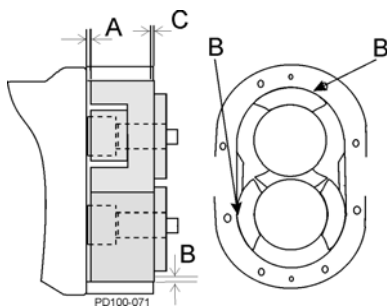

Figura 87 - Meça a folga
9. Meça a folga da face oposta do rotor (Figura 87, item A) por meio da porta ou da parte dianteira. A folga da face oposta para ambos os rotores deve ser a mesma para evitar o contato cruzado dos rotores e deve ser de $\pm 0,0005$ pol. do valor encontrado em **Tabela 4, “Folga padrão do rotor,” na página 42.**
10. Verifique a folga da face dianteira do rotor (Figura 87, item C).
11. Verifique a folga do rotor até a estrutura (Figura 87, item B).